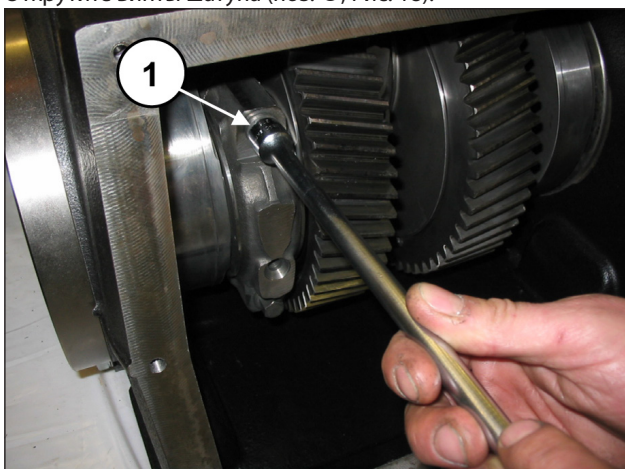

Рис. 18
Выньте подставку из-под стержня центрального шатуна. Открутите винты шатуна (поз. ①, Рис. 18).